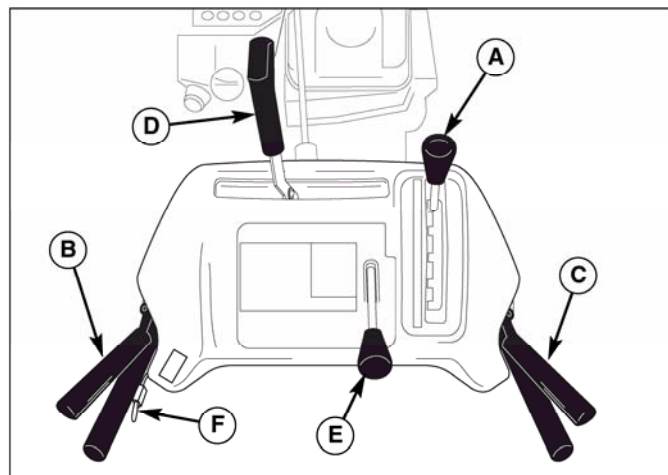

Рис. 2. Элементы управления (вид с положения оператора)
7. Проверьте работу рычага сцепления (В, рис. 2) и рычага привода шнека (С). При необходимости проведите регулировки (см. раздел «Обслуживание»).
8. Проверьте работу регулятора поворота дефлектора (D, рис. 2). Дефлектор должен свободно поворачиваться как вправо, так и влево. См. раздел «Обслуживание» для выполнения регулировочных процедур и устранения неисправностей.
9. Проверьте работу регулятора угла наклона дефлектора (Е, рис. 2). Дефлектор должен свободно перемещаться вверх и вниз.
11. Проверьте работу рычага переключения скоростей (А, рис. 2). Рычаг должен свободно перемещаться в каждый паз и оставаться там, если Вы отпускаете рычаг. Если рычаг переключения скоростей перемещается с затруднениями вперед или назад, обратитесь в сервисный центр.
3. Нажмите до упора и удерживайте в нажатом состоянии рычаг привода шнека (С, рис. 2) на правой рукоятке, чтобы заставить шнек вращаться. Отпустив рычаг привода шнека вы отключите его – если только не включен рычаг сцепления / Free Hand.
4. Полностью нажмите и удерживайте рычаг сцепления / Free Hand (В, рис. 2) на левой рукоятке, чтобы включить привод колес и начать движение. Чтобы отключить привод колес, отпустите рычаг.
6. Выберите нужную скорость движения, используя рычаг переключения скоростей (А, рис. 2). Отпустите рычаги сцепления и привода шнека прежде, чем переключать скорости.
Используйте рычаг переключения скоростей (А, рис. 2), чтобы регулировать скорость движения снегоотбрасывателя. Машина имеет 5 скоростей движения вперед и 2 скорости движения назад.
Чтобы переключить скорость, отпустите рычаг привода шнека (В, рис. 2), затем переведите переключатель скоростей в нужное положение. Нажмите рычаги управления, чтобы продолжить работу.